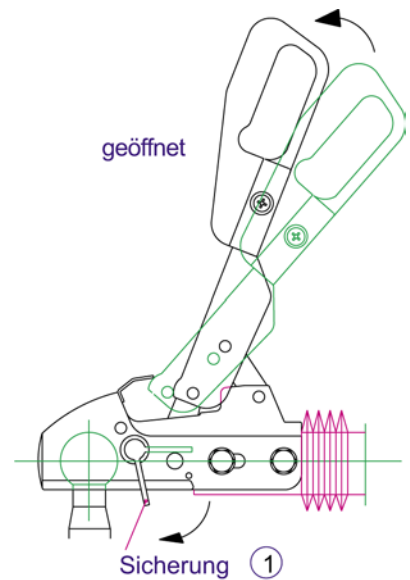

Bild 4: Ankuppel-Stellung
Die geöffnete Zugkugelkupplung wird auf die Kupplungskugel des Zugfahrzeuges gesetzt. (Bild 4)
Sicherung ① kurz bis zum Anschlag nach unten drücken und so halten, bis der Bedienungshebel nach oben in die geöffnete Stellung gebracht ist. (Bild 4) Nach Lösen von Beleuchtungsstecker und Abreißseil kann der Anhänger z.B. mit Hilfe eines Deichsellaufrades vom Zugfahrzeug abgekuppelt werden.
Geöffneten Bedienungshebel (Bild 4) anheben, gleichzeitig Kugelpfanne (bewegliches Element mit Reibbelag - Bild 8) nach vorne ziehen und Bedienungshebel langsam schließen.